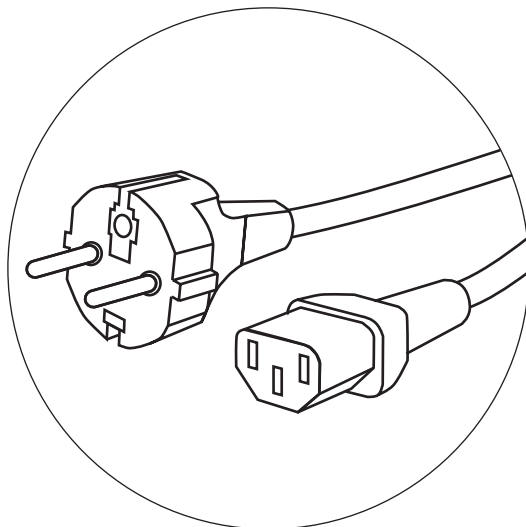

Рисунок 6.8 — Внешний вид розетки и вилки провода питания
- вилка должна соответствовать стандарту С 4 по ГОСТ 7396.1-89 или международному стандарт CEE 7/7 (рис. 6.8),
- розетка кабельная должна соответствовать стандарту ГОСТ IEC 60320-2-3-2017 C13 female (рис. 6.8),